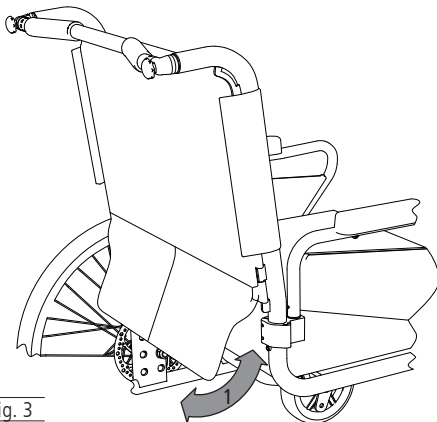

fig. 3
1. Stropperne på ryglænspolstringen kan sættes fast med velcro på bagsiden af sædepolstringen, således er spalten mellem ryglæn og sæde lukket (1, fig. 3).